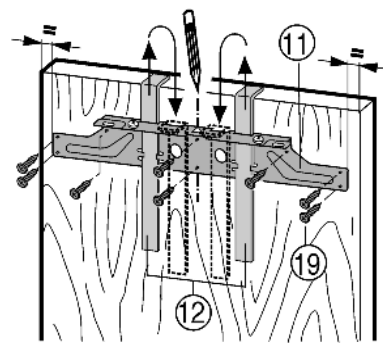

Fig. 14
- Навесьте крепежную поперечину Fig. 14 (11) с монтажными вспомогательными элементами Fig. 14 (12) на внутреннюю сторону мебельной дверцы.
- Выровняйте крепежную поперечину Fig. 14 (11) в центре двери.
- Прикрутите крепежную поперечину Fig. 14 (11) по меньшей мере 6 винтами Fig. 14 (19).
- Прикрутите крепежную поперечину Fig. 14 (11) 4 винтами Fig. 14 (19) по краю.
- Вытяните вверх монтажные приспособления Fig. 14 (12) и, развернув, вставьте их в расположенные рядом приемные отверстия.